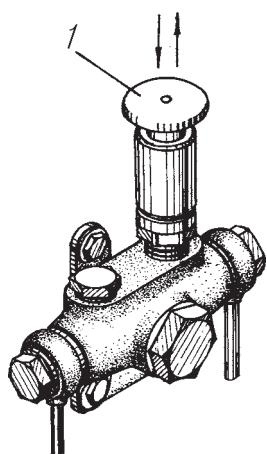

Рис. 16. Насос ручной топливоподкачивающий:
**Ручной топливоподкачивающий насос** установлен на корпусе топливоподкачивающего насоса низкого давления. Для подачи топлива в насос высокого давления при неработающем двигателе слегка надавите на ручку 1 (рис. 16)